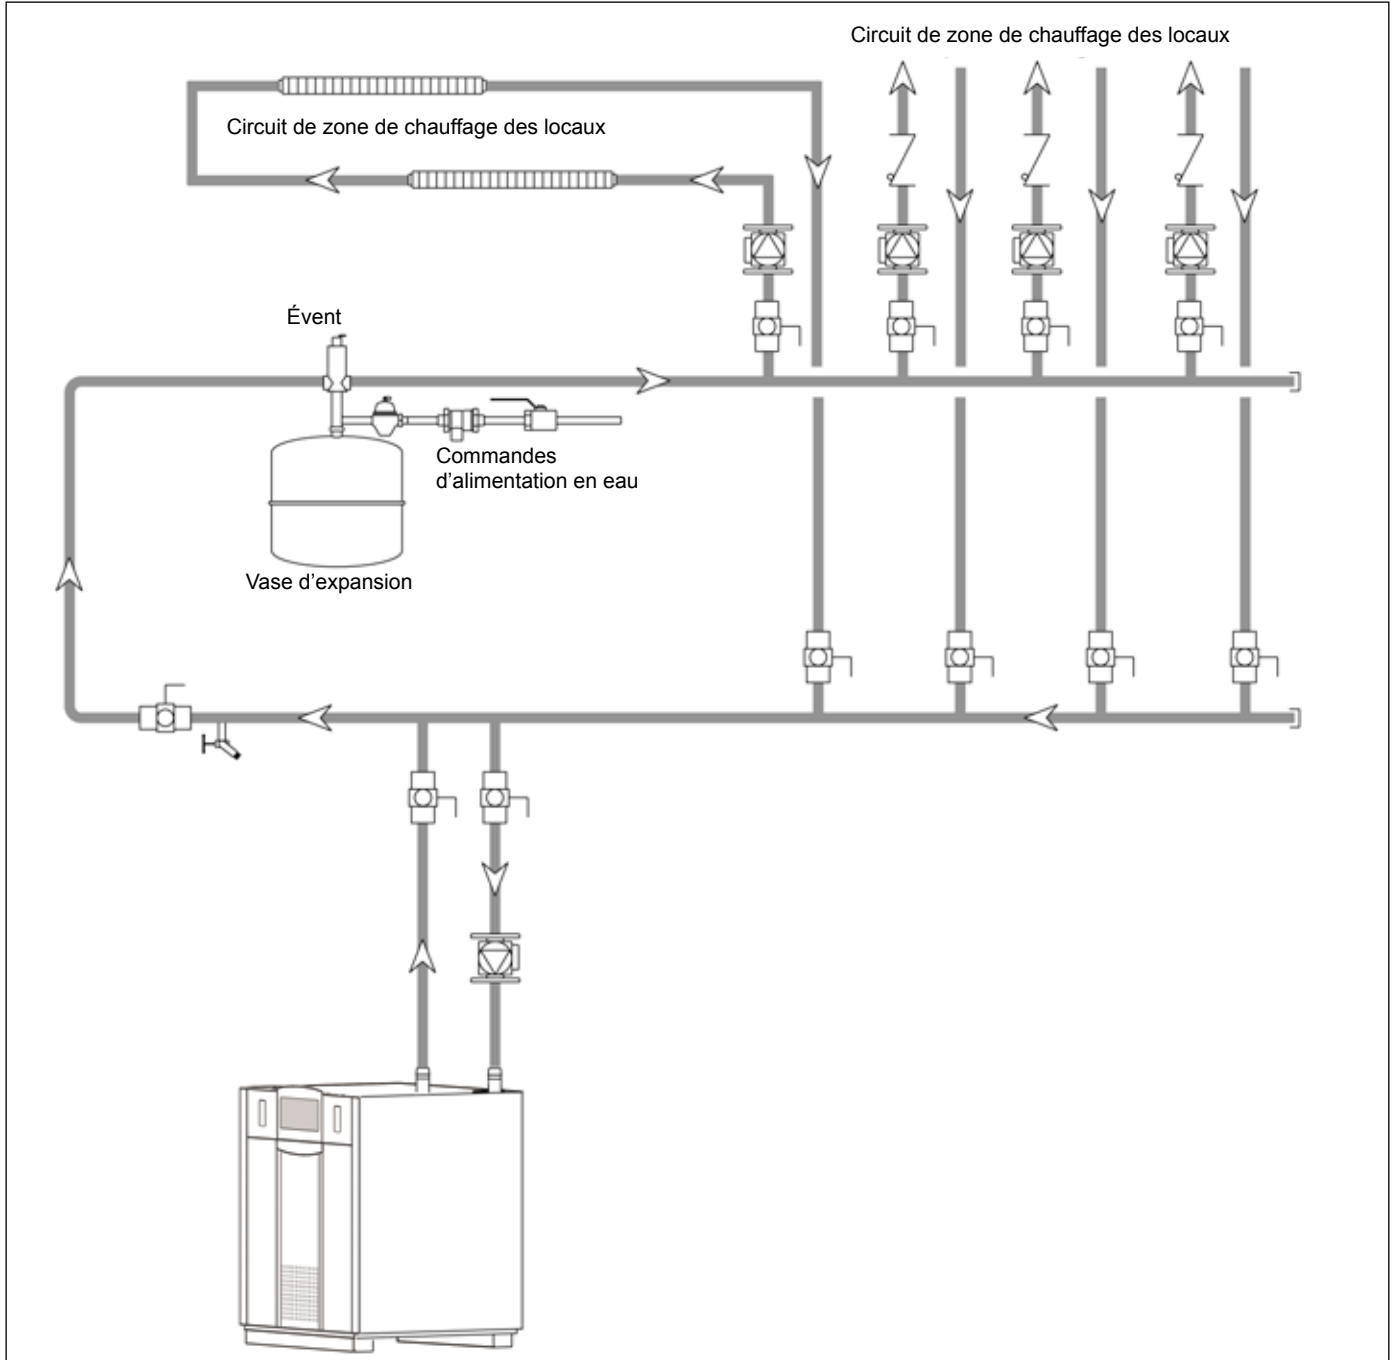

Figure 22. Tuyauterie chauffage – une seule chaudière, zonage avec circulateurs
**Le rendement de l'appareil augmente avec la baisse de la température de l'eau de retour.** Ainsi, pour que la température de retour soit optimale et la plus basse avec plusieurs chaudières, la tuyauterie idéale est indiquée dans les schémas Figure 22 à Figure 28.
Les schémas des Figures 22 à 28 illustrent les configurations conseillées de tuyauterie des chaudières. Ces schémas sont donnés à titre indicatif. Installer correctement tous les composants requis par les codes locaux.